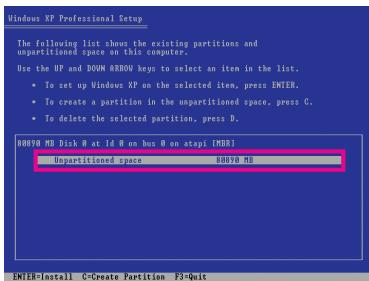
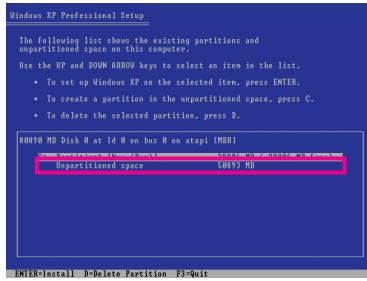

図 1
図 2
2. ハードドライブを分割しているとき(図 1)、Xpress Recovery2 用に割り当てられていないスペースを残しておいてください(10 GB 以上を推奨します)。実際のサイズ要件は、データ量によって異なります(図 2)。